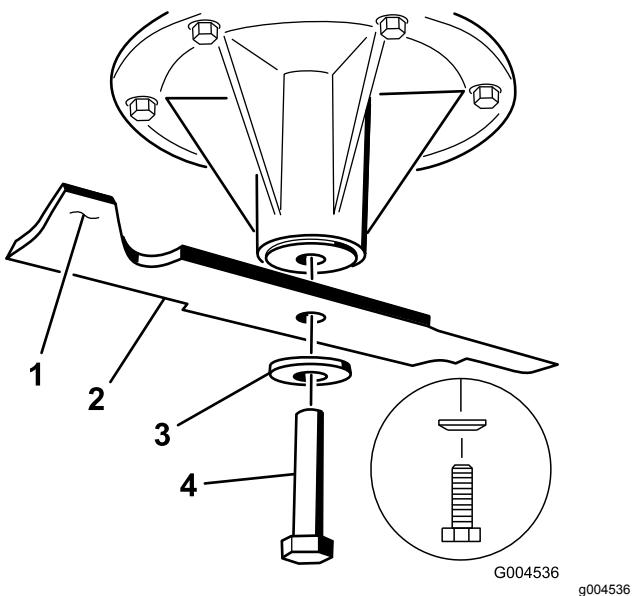

Figura 77
1. Instale la cuchilla en el eje (Figura 77).
2. Instale la arandela de muelle y el perno de la cuchilla (Figura 77).
Nota: El cono de la arandela de muelle debe estar orientado hacia la cabeza del perno (Figura 77).